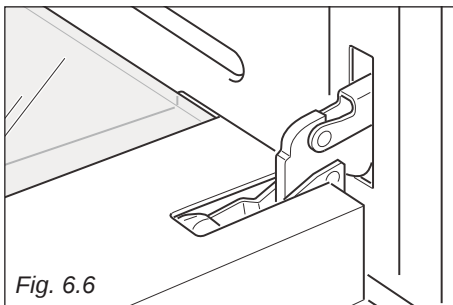

Fig. 6.6
- Ovnlågen åbnes helt (Fig. 6.6).